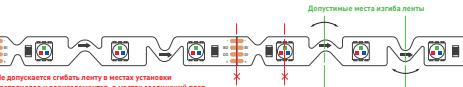

Рис. 1. Допустимые места изгиба ленты
- Подключите ленту в соответствии со схемой [рис. 1]. Соблюдайте полярность подключения и направление передачи сигнала (вход/выход). Обращайте внимание на маркировку, нанесенную на печатную плату, и на цвета соединительных проводов.
- Максимальный угол изгиба на плоскости 90 °C. Сгибать ленту можно только в обозначенных местах (рис. 1).